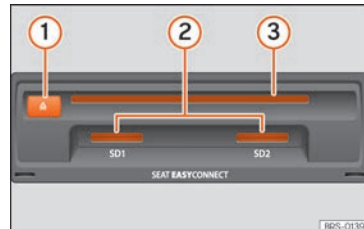

Abb. 216 Datenträger-Einschübe im Handschuhfach.
- CD oder DVD so weit in den DVD-Schacht »» **Abb. 216** ③ einschieben, bis sie automatisch eingezogen wird.
Kompatible Speicherkarte mit der abgeschnittenen Ecke zuerst und mit der Beschriftung nach oben (Kontaktflächen nach unten) in den Speicherschacht »» **Abb. 216** ② einschieben, bis sie einrastet.